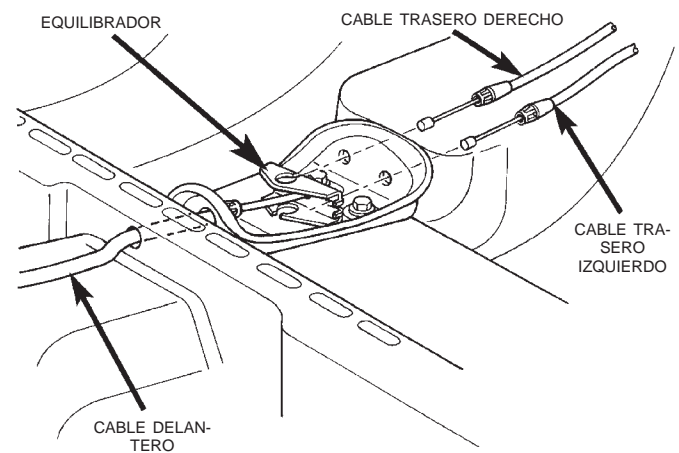

Fig. 57 Soporte del equilibrador
(1) Instale los cables a través del soporte de anclaje del calibrador. A continuación, empuje hacia adentro el extremo del hilo del cable para enganchar el cable en el accionador del freno de estacionamiento.
(2) Haga pasar el otro extremo de los cables a través de la carrocería y dentro del soporte del equilibrador (Fig. 57).
(3) Presione los cables dentro de los soportes del brazo de suspensión superior.
(4) Instale los pernos de retención del cable en las planchuelas de muelle trasero.
(5) Instale el mazo de cableado del sensor del ABS a los cables de freno traseros.
(6) Instale los rotores, anclajes de calibrador y calibradores de freno.
(7) Instale los conjuntos de ruedas y neumáticos.
(8) Retire los apoyos y baje el vehículo.